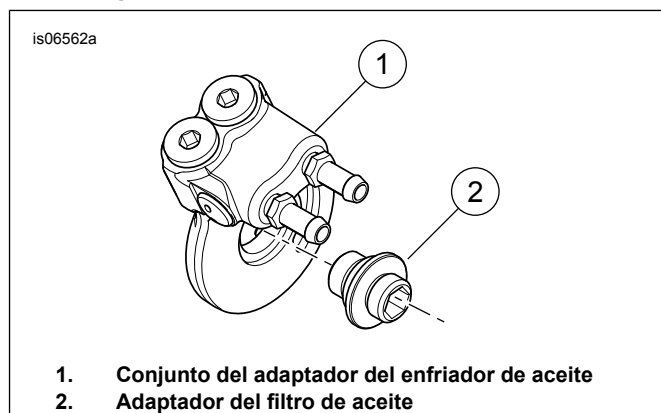

Figura 4. Instalacion del conjunto del adaptador del enfriador de aceite
4. Vea Figura 4. Instale el adaptador del enfriador de aceite (1) y el adaptador del filtro de aceite (2). Apriete el adaptador del filtro de aceite a 16,3–21,7 N·m (12–16 ft-lbs).